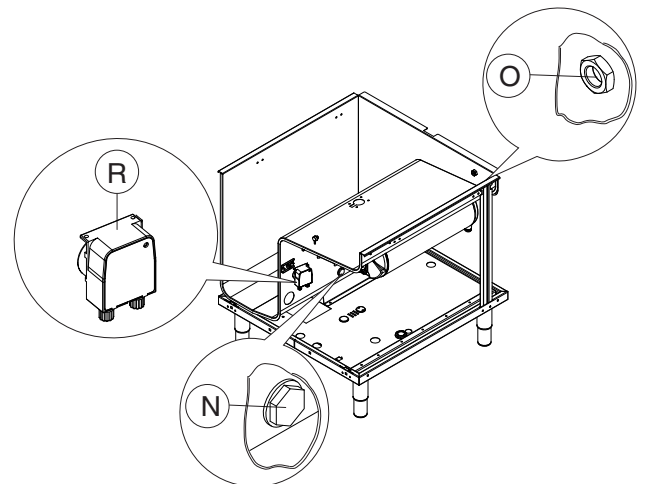

Figure 17 Prédposition doseurs automatiques
1. Appareil avec pompe de dosage de produit de lavage incorporée (Figure 17).
Prédposition pour doseur automatique de produit de lavage (Figure 17)